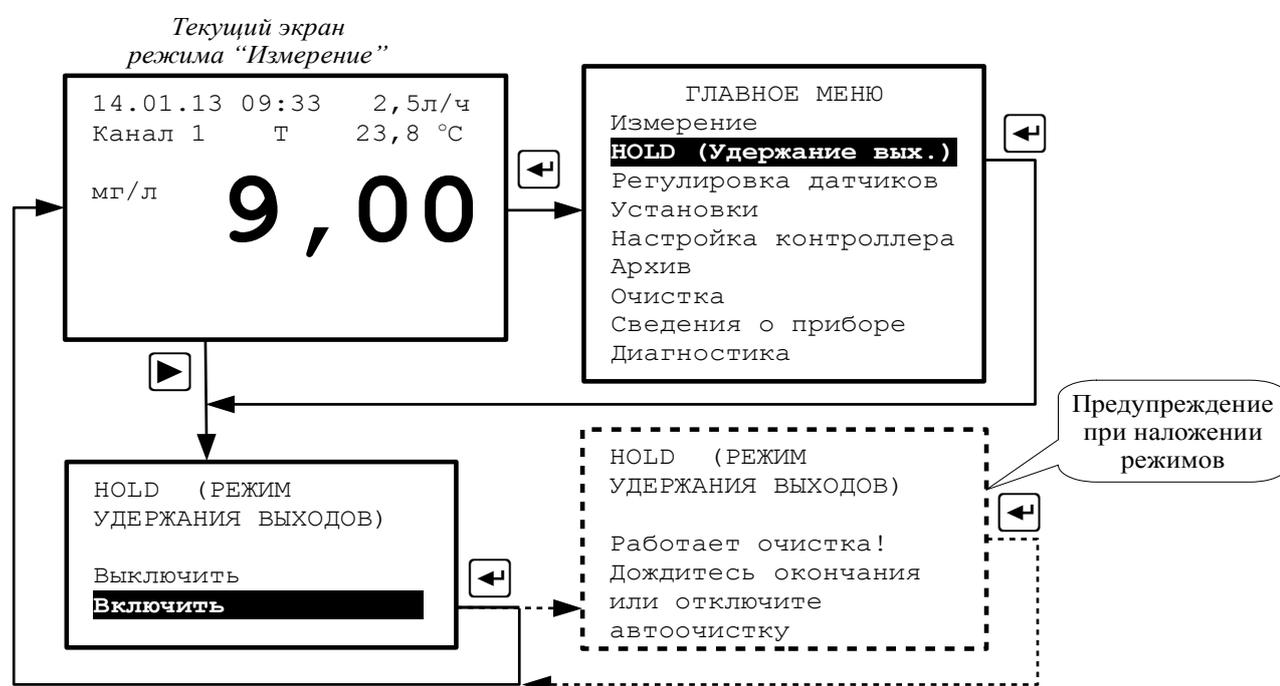

Рисунок 14 - Режим «HOLD»
10.3.5.3 Режим «HOLD» можно включить и выключить вручную. Войти в режим «HOLD» можно двумя способами (Рисунок 14):